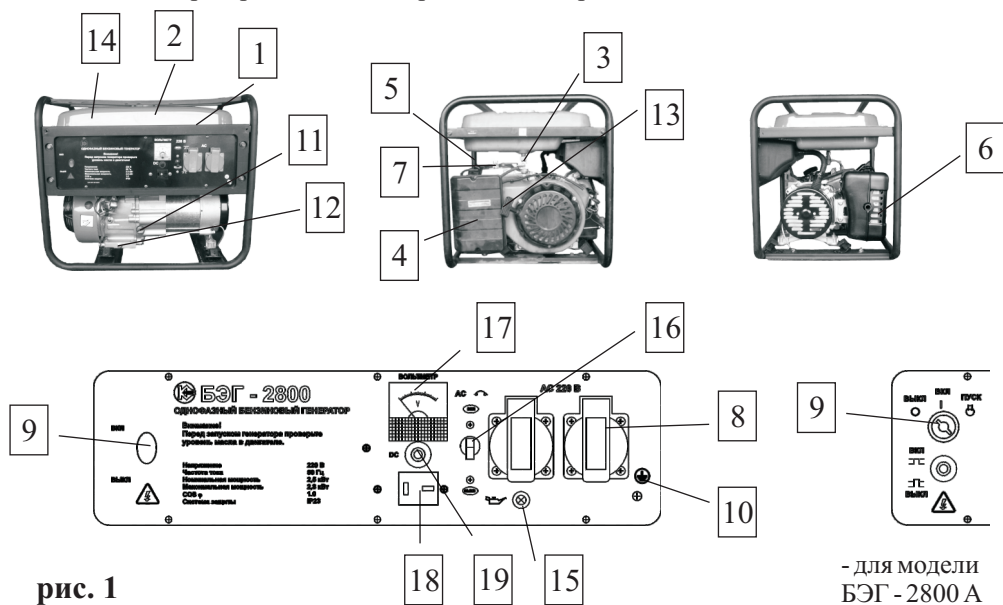

рис. 1
Общий вид генератора схематично представлен на рис. 1
5.2.1 Вывинтить шуп **11** (рис.1) и залить в картер масло соответствующего типа до нижнего края горловины. Вставить сухой чистый шуп в горловину картера и вынуть его. Проверить уровень масла: граница смоченной области шупа должна располагаться между отметками минимального и максимального уровней.
5.3 Заземление корпуса генератора. При установке генератора следует подключить к резьбовой клемме **10** (рис.1) проводник заземляющего устройства, удовлетворяющего требованиям раздела “Обеспечение требований безопасности”.
5.5.1 Отключить всех потребителей переменного тока генератора, переведя автоматический выключатель **16** (рис.1) в отключенное положение, отсоединить потребителей постоянного тока от розетки **18** (рис.1).
5.5.2 Открыть топливный кран **3** (рис.1).